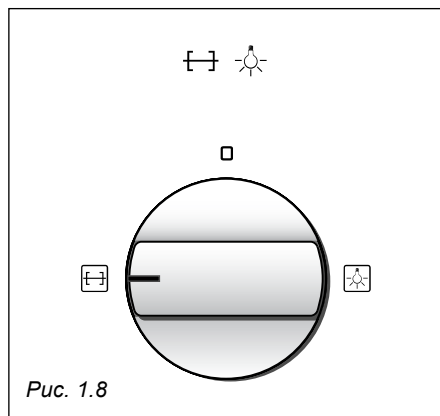

Рис. 1.8
- Запуск вертела осуществляется поворотом регулятора духовки в положение  (Рис. 1.8).